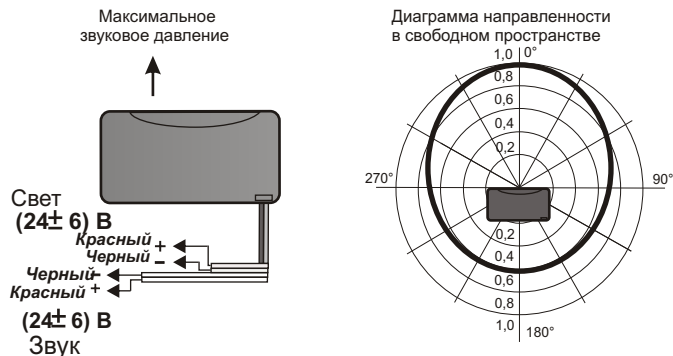

Рис.2 Схема подключения и диаграмма направленности звука оповещателя.
2.6. Диаграмма направленности звука на рис.2 (п.5.3)
5.1. Перед установкой необходимо проверить внешний вид оповещателя на наличие повреждений и проверить работоспособность следующим образом:подключить источник питания (типа Б5-7) к выводам оповещателя (рис.2), предварительно установив напряжение питания (24±6) В. При этом оповещатель должен выдать звуковой и световой сигналы.
5.3. На рис.2 показана схема подключения и диаграмма направленности звука оповещателя.